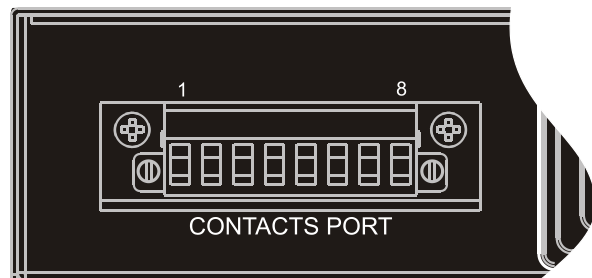

Abb. 9: Klemmenleiste Kontakte
Die Klemmenleiste Kontakte wird aus acht (8) Pins gebildet, die von links nach rechts nummeriert sind (siehe Abb. 9) und kann an ein externes Überwachungssystem (wie z.B. eine GLT) angeschlossen werden, um den Betriebsstatus des Multiswitch ATS zu überwachen.